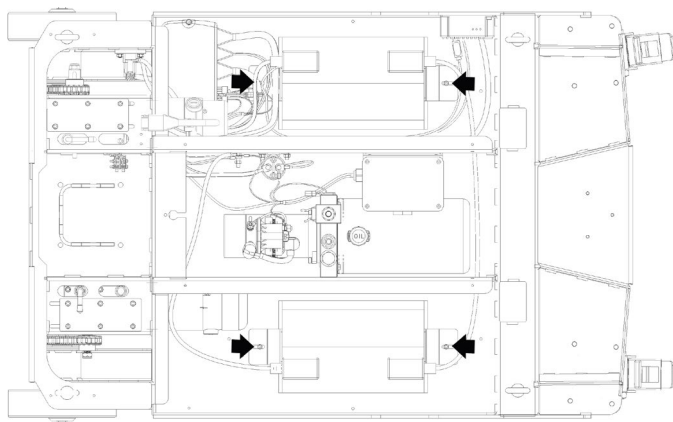

Bild 7
- Varje 12V batteri är fäst i chassits botten med 2 st insexskruvar, använd 4 mm insex-nyckel för att lossa fästena, (se bild 7).